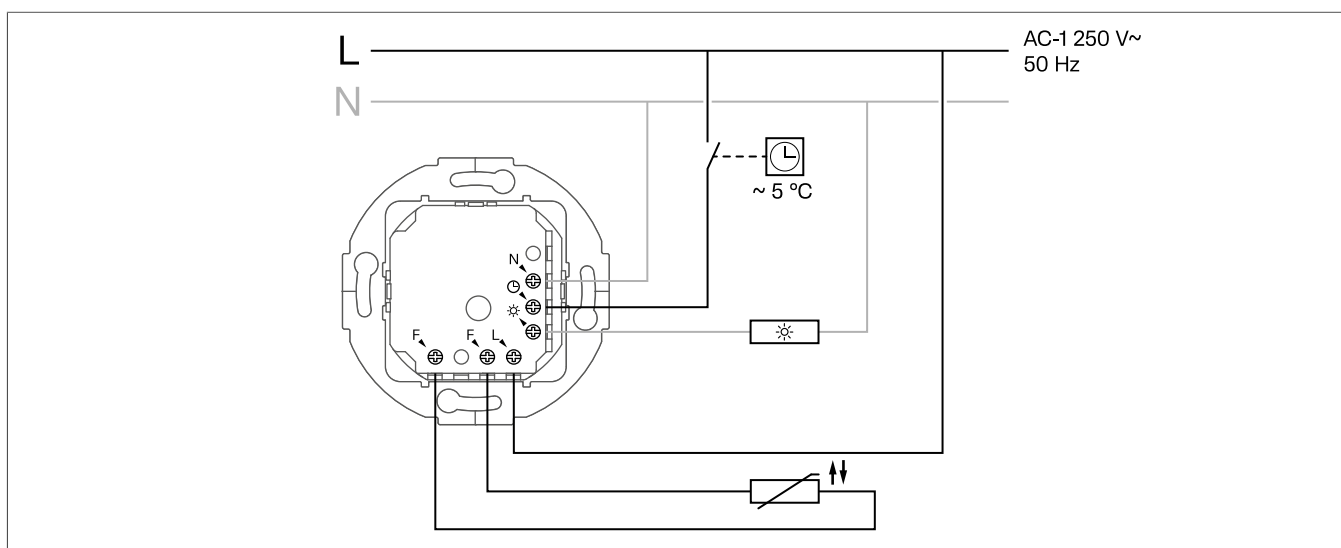

Fig. 3: Schema di collegamento
- 1 Collegare il controller (1) secondo lo schema di collegamento (Fig. 3).